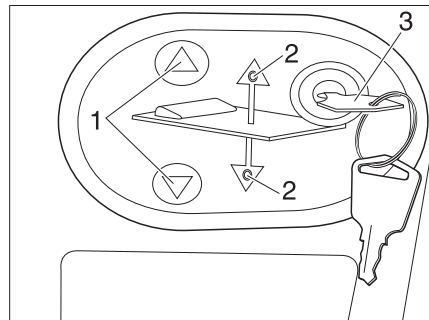

Bild 133 Bedienpanel für elektrisches Hubbett
- Schlüssel (Bild 133,3) in das Bedienpanel stecken.
- Auf Taste  oder  (Bild 133,1) drücken und gedrückt halten. Die jeweilige LED (Bild 133,2) leuchtet und das Hubbett senkt oder hebt sich.
- Wenn die gewünschte Position erreicht ist, Taste  oder  (Bild 133,1) wieder loslassen. Die jeweilige LED (Bild 133,2) erlischt.
- Schlüssel (Bild 133,3) abziehen.